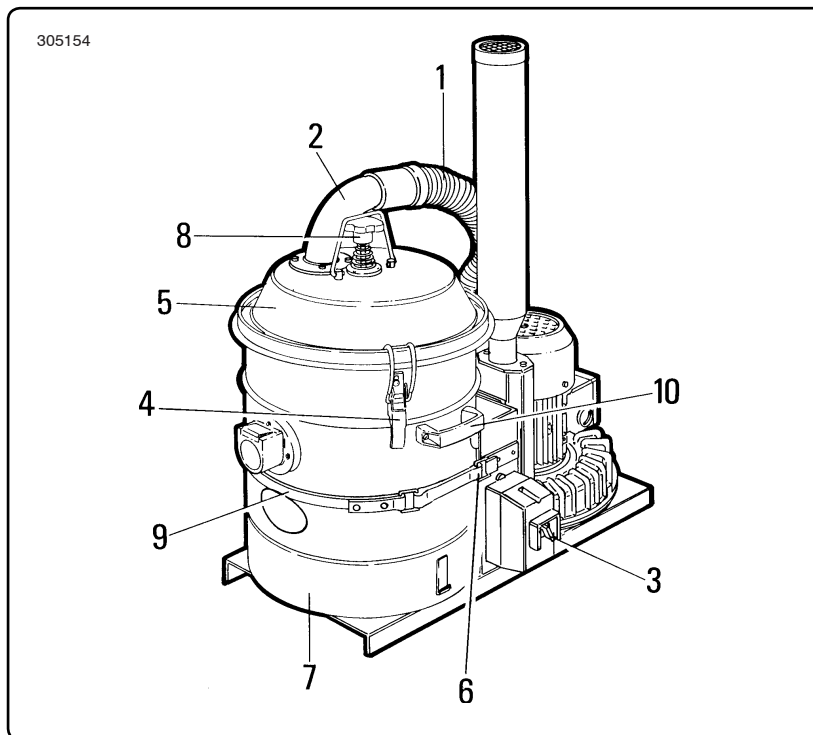

Fig. 6.6.2
- Attendere alcuni minuti che la polvere staccata dal filtro si depositi nel contenitore "7" (fig. 6.6.2).
- Sfilare il tubo "1" dal raccordo "2" (fig. 6.6.2).
- Sbloccare i due ganci di chiusura "4" e togliere il coperchio "5" comprensivo di filtro primario (fig. 6.6.2).
- Togliere il contenitore porta detriti "7" afferrandolo da entrambe le maniglie "10" (solo nel mod. 150/36), quindi procedere al suo svuotamento (fig. 6.6.2).
- Per rimontare il contenitore "7", occorre innanzitutto riposizionarlo come in fig. 6.6.2, quindi bloccare il gancio "6" e rimontare il coperchio "5" comprensivo di filtro procedendo in modo inverso a quanto descritto per lo smontaggio.
- *Wait a few minutes for the dust to detach from the filter and deposit in container "7" (fig. 6.6.2).*
- *Remove tube "1" from fitting "2" (fig. 6.6.2).*
- *Release the two closing clips "4" and remove the cover "5", along with the primary filter (fig. 6.6.2).*
- *Remove the waste container "7", holding it with both the handles "10" (only for model 150/36), now empty it (fig. 6.6.2).*
- *To remount container "7", first reposition it as shown in fig. 6.6.2, then lock clip "6" and fit on the cover "5" along with the filter, proceeding with the demounting instructions in reverse.*
- Attendez quelques minutes que la poussière détachée du filtre se dépose dans la cuve "7" (fig. 6.6.2).
- Détachez le tuyau "1" du raccord "2" (fig. 6.6.2).
- Débloquez les deux crochets de fermeture "4" et enlevez le couvercle "5" y compris le filtre principal (fig. 6.6.2).
- Enlevez la cuve porte déchets "7" en la saisissant par les deux poignées "10" (mod. 150/36 seulement), puis videz-là (fig. 6.6.2).
- Pour remonter la cuve "7" remettez tout d'abord en place comme indiqué dans la fig. 6.6.2, puis bloquez le crochet "6" et remontez le couvercle "5" avec le filtre en suivant l'ordre inverse au démontage.
- *Ein paar Minuten abwarten, damit der Staub auf den Boden des Behälters "7" fällt (Abb. 6.6.2).*
- *Die beiden Verschlussklammern "4" freigeben und den Deckel "5" mit dem Hauptfilter abnehmen (Abb. 6.6.2).*